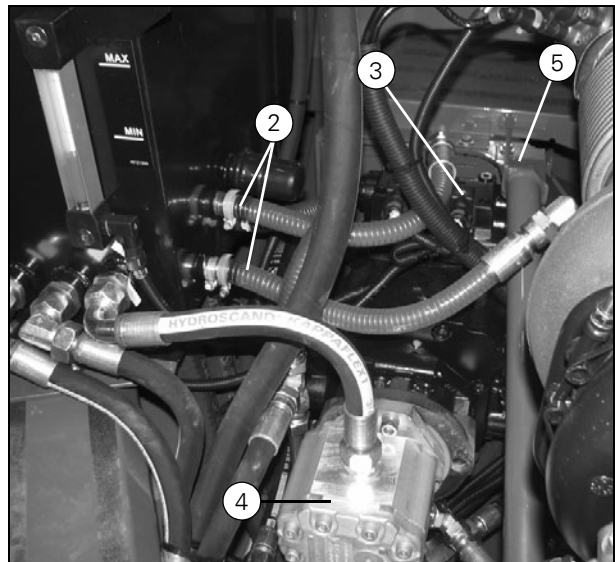
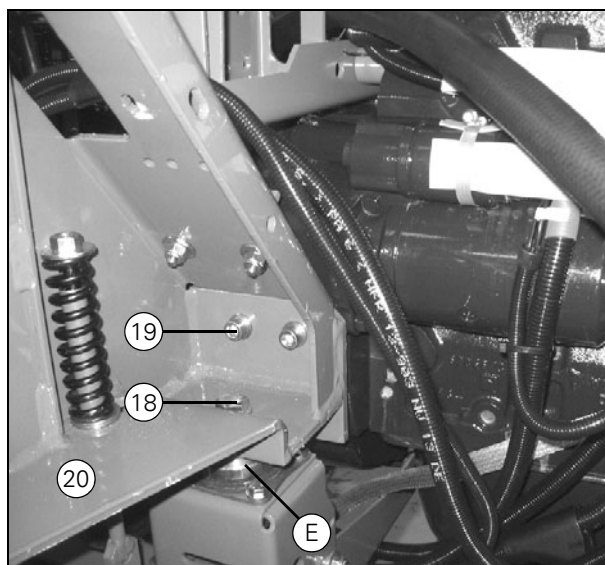

Рисунок 30
Рисунок 33
ВАЖНОЕ ЗАМЕЧАНИЕ: Обработайте болты (13) (Рис. 30) и (19) (Рис. 33) составом Loctite и затяните их моментом 400 и 90 Нм соответственно.